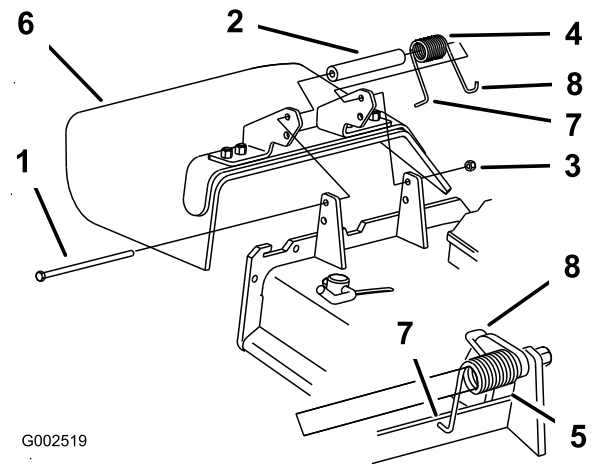

Figura 44
1. Retire la contratuerca, el perno, el muelle y el espaciador que sujetan el deflector a los soportes de pivote (Figura 44).
Nota: Asegúrese de colocar el extremo en **L** del muelle detrás del reborde de la carcasa antes de instalar el perno, según muestra Figura 44.
5. Coloque el extremo en **J** del muelle alrededor del deflector de hierba (Figura 44).